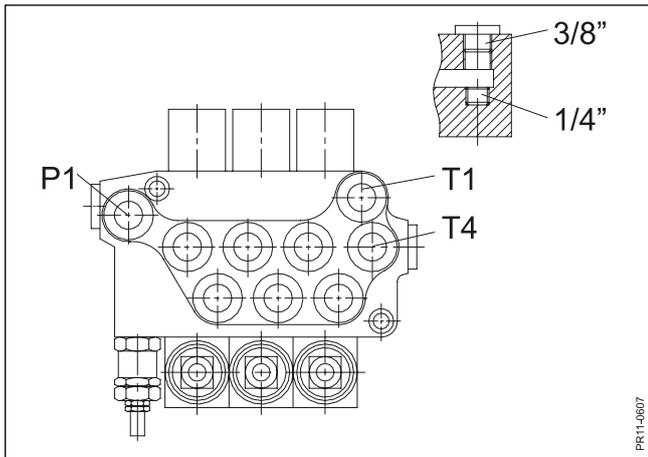

Fig. 4.5
- Fig. 4.5** Si el tractor tiene sistema hidrulico LOAD SENSING, cierre el T1 con una tapa ciega de 1/4" y otra de 3/8".